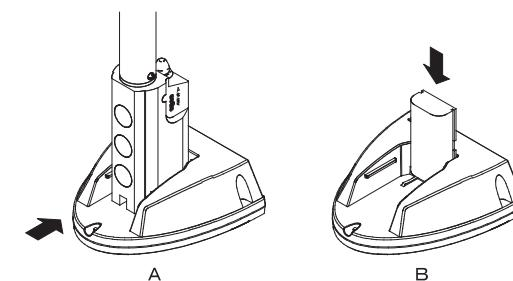

図 4. 充電方法
2. バッテリーを差し込んだライトを充電する場合は図 4 の A のように矢印の方向にライトを充電器に差し込んでください。バッテリーを充電する場合は図 4 の B のように矢印の方向に充電器に差し込んでください。